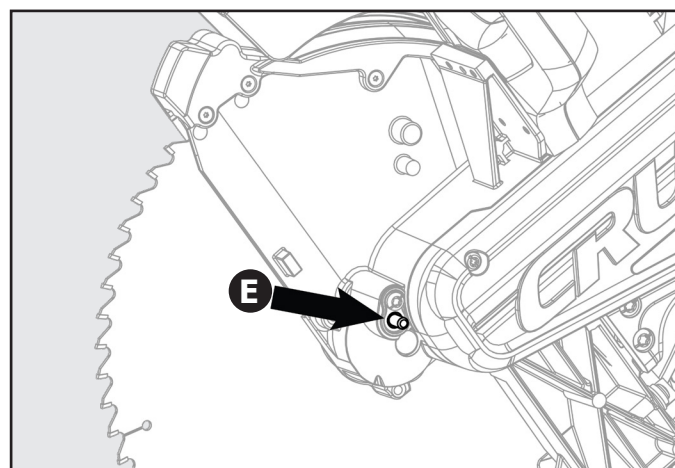

Figura 13
5. Con la llave para hojas suministrada, extraiga el perno de la hoja (D) girándolo hacia la derecha.
6. Extraiga solo la arandela de la hoja exterior (F) y la hoja (G), dejando la arandela de la hoja interior en el eje.
7. Presione el botón de bloqueo de eje (E). Consulte la Figura 13.
9. Alinee las partes planas (F) dobles de la arandela de la hoja (F) con las partes planas del eje y coloque la arandela en el eje.
10. Bloquee el eje soltando el botón de bloqueo del eje. Atornille el perno de la hoja (D), recordando apretarlo hacia la izquierda. Apriete el perno de la hoja de forma segura con la llave para hojas suministrada.